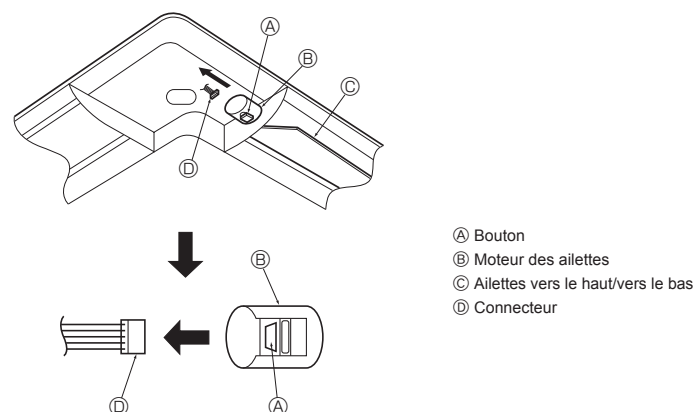

Fig. 8-9
8.4. Verrouillage du sens de la soufflerie d'air vers le haut/vers le bas (Fig. 8-9)